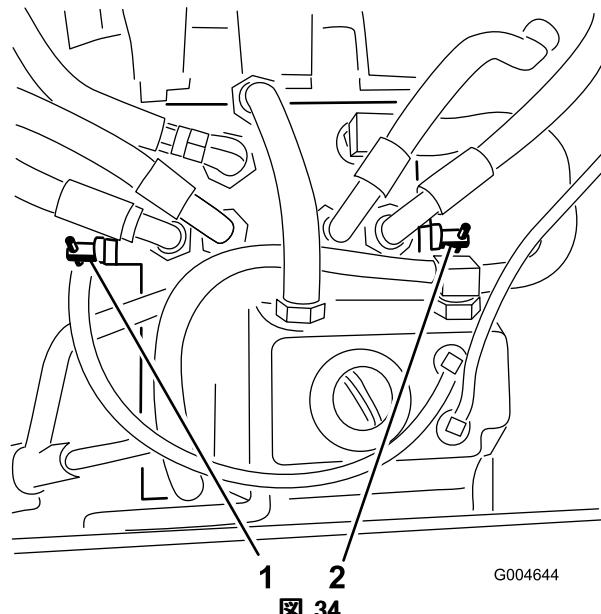

図 34
- 各バイパスバルブを左回りに1回転させる（図34）。
各バイパスバルブを右に1回転させて手締めする（おおよそ 71 in-lb (8 N·m) (0.8 kg·m) (図34)）。